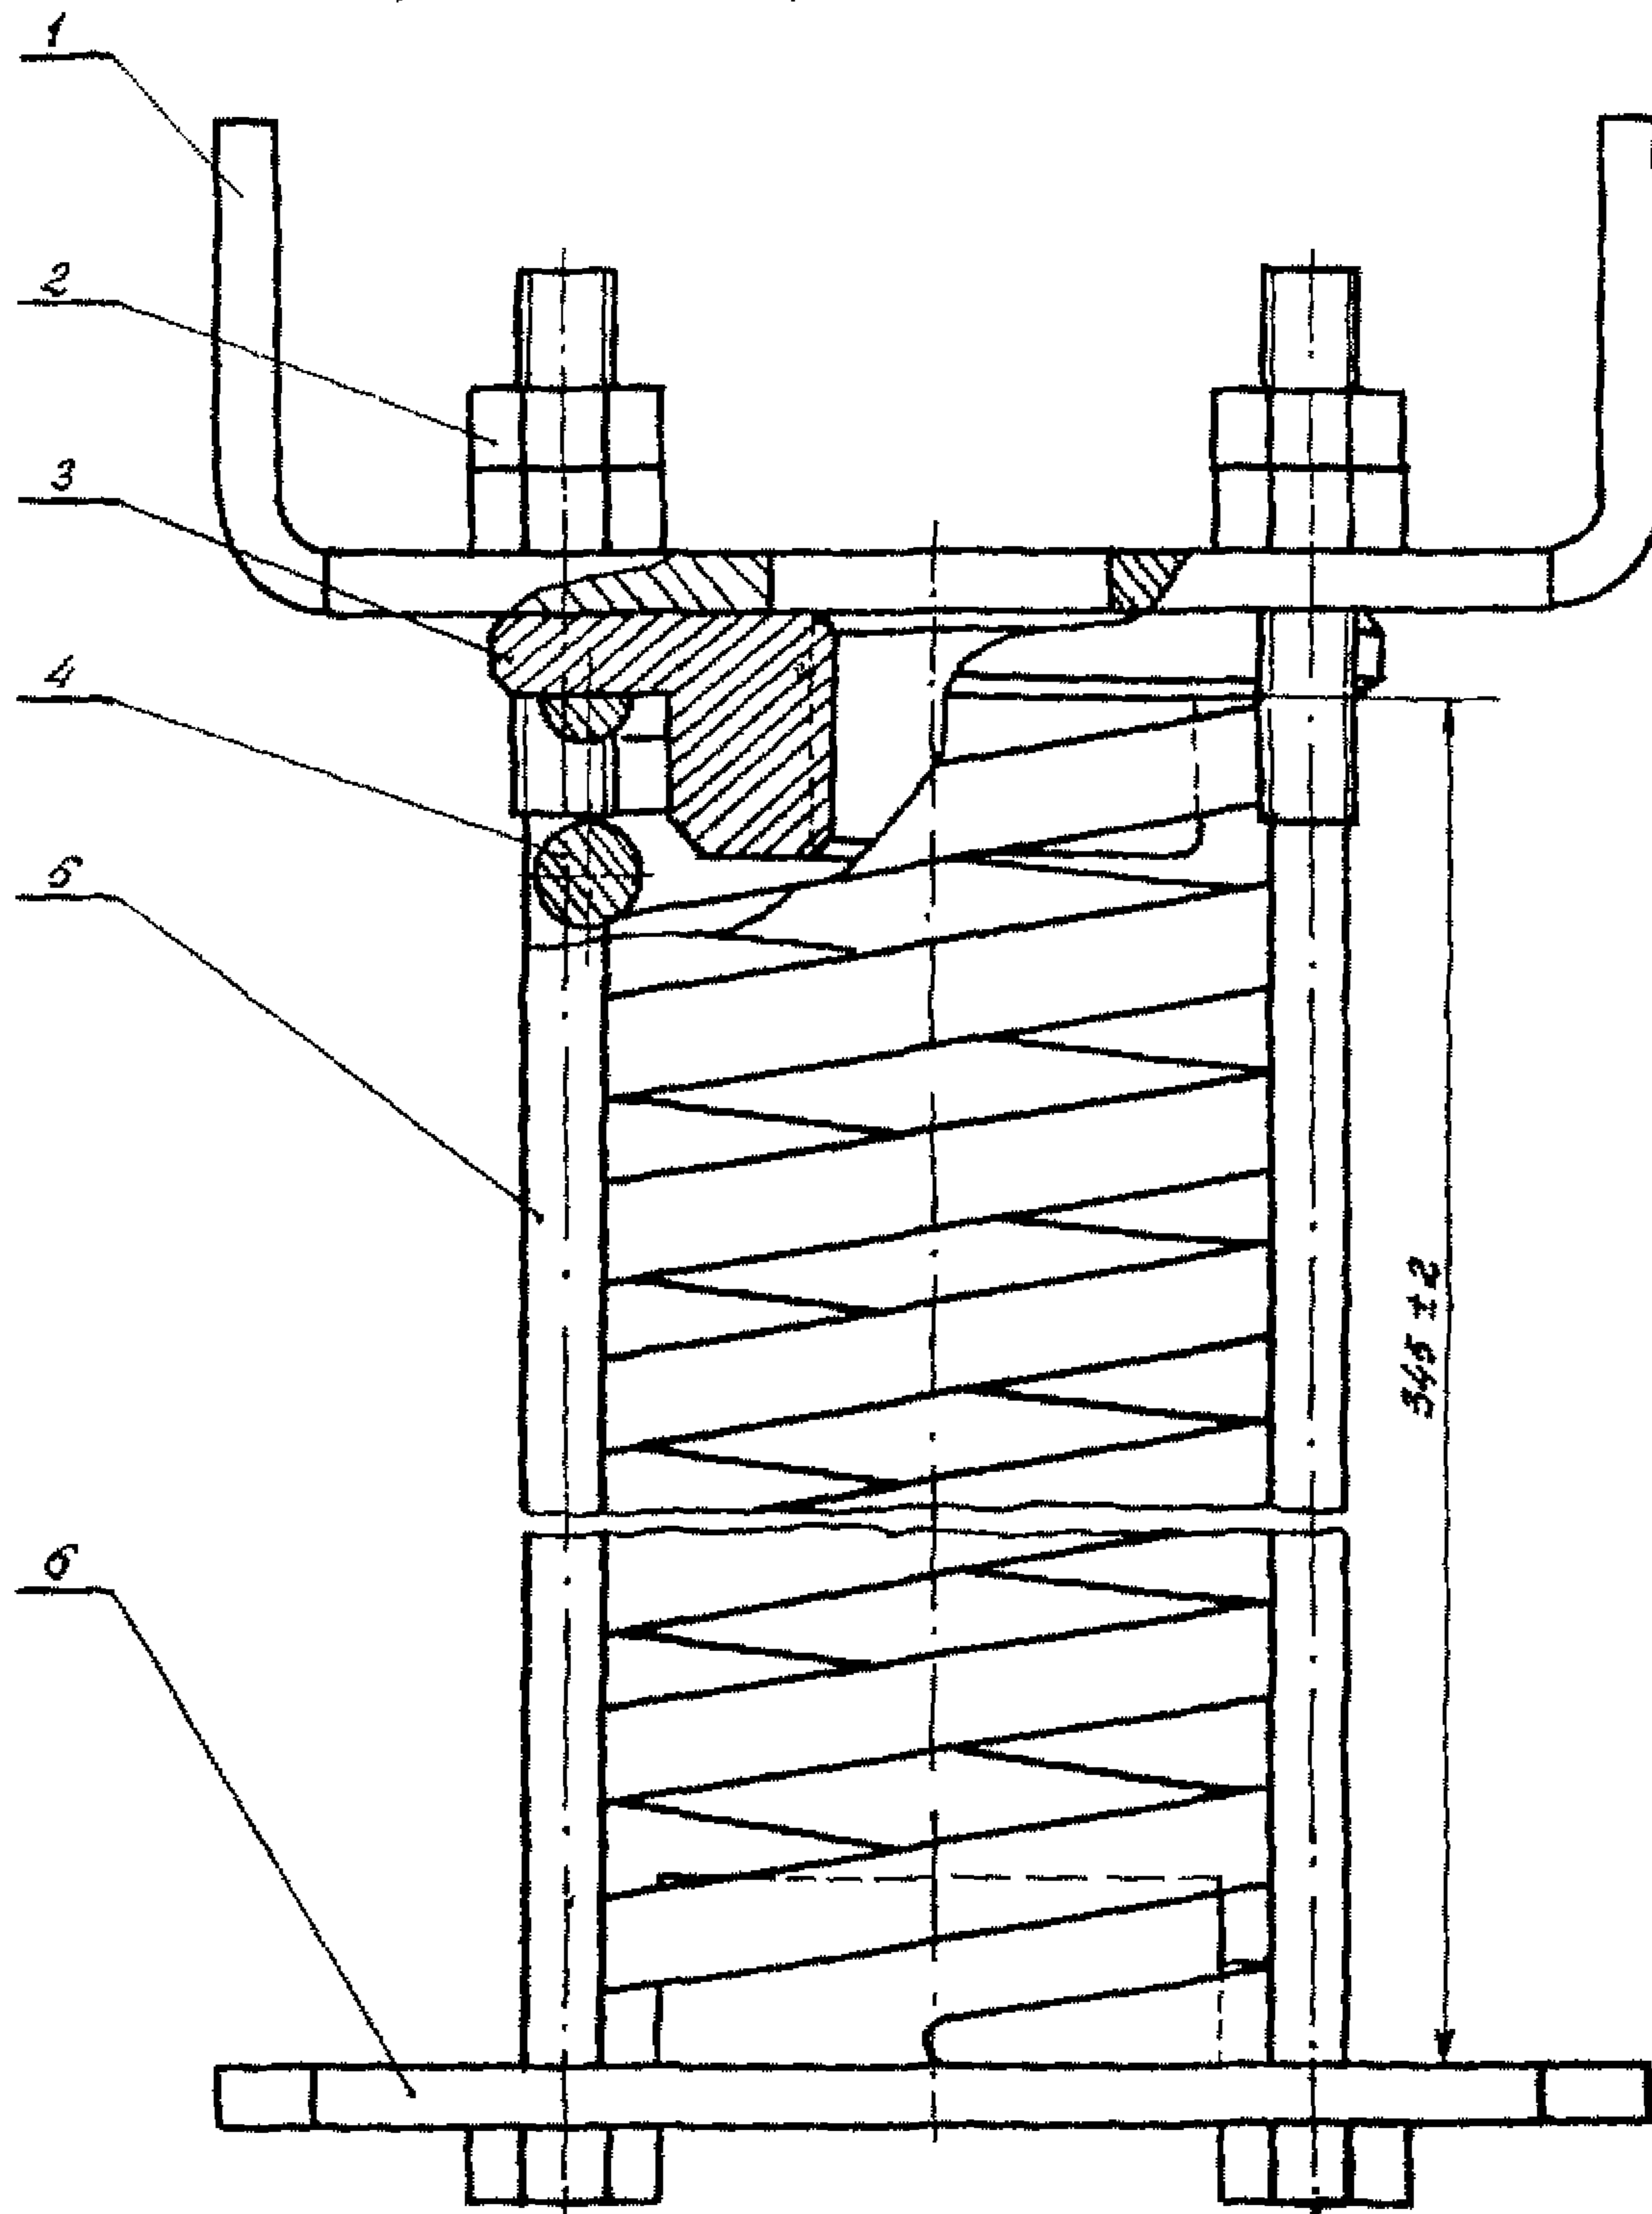

Рис. 15. Пружинодержатель:
06.2. Вставить со стороны плиты 6 (рис. 15) шпильку приспособления П-3 (см. приложение 5) и ввинтить ее до упора в нажимную шайбу 3.